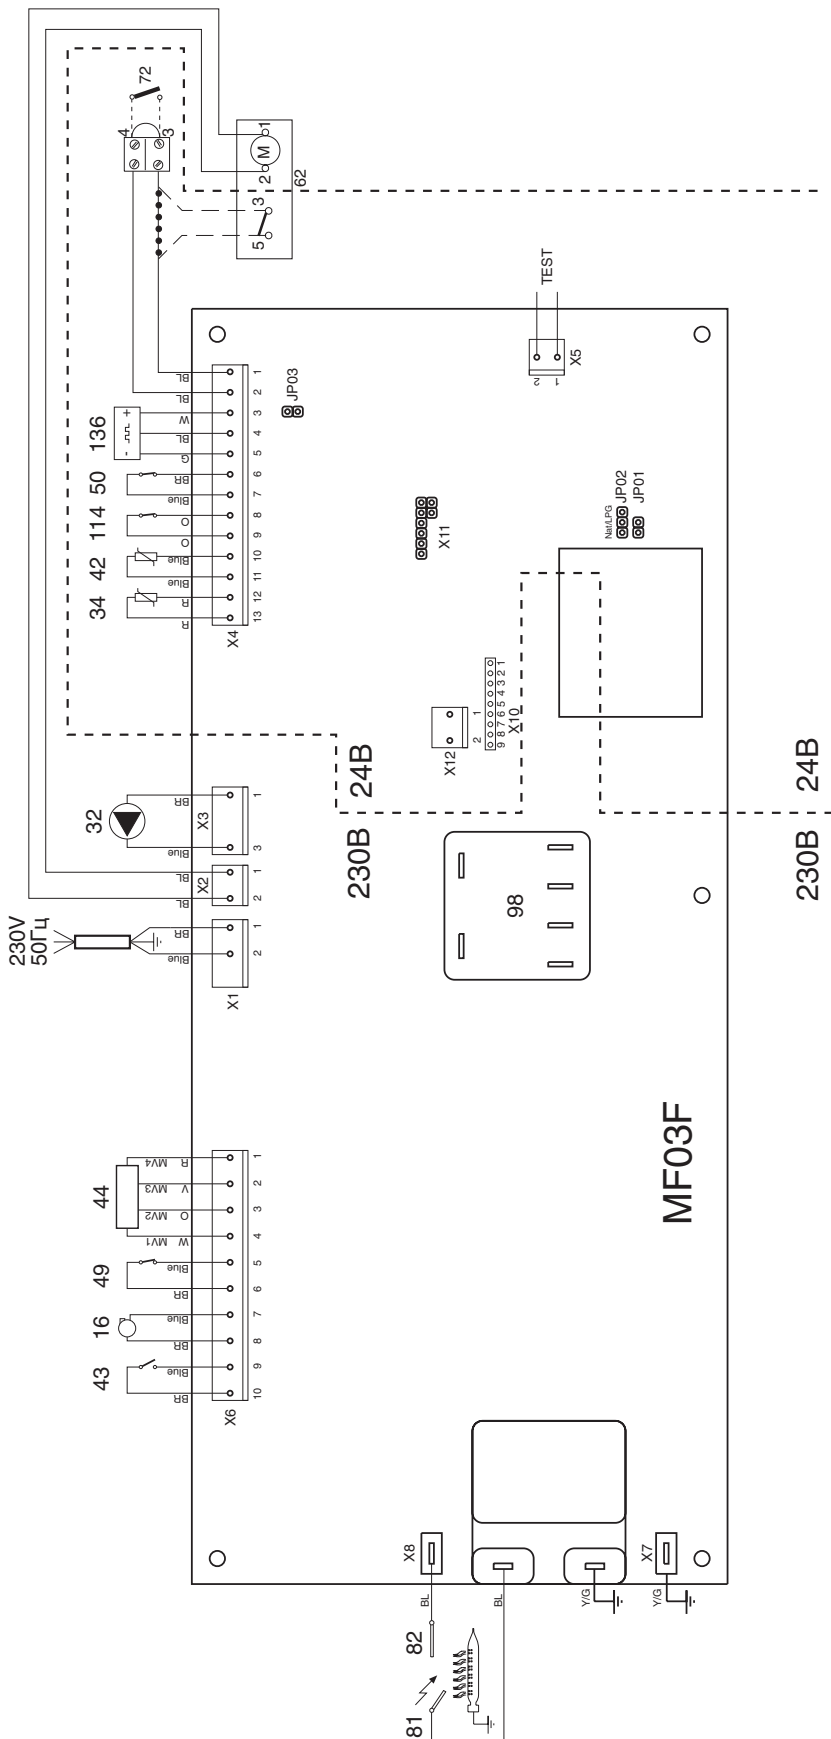

Рис. 21
3.11 Монтаж термостата помещения (72) (Рис. 21)
Откройте электрораспределительную коробку и отсоедините "кабельную перемычку" между контактами 4 и 5 (рис. 21 - п. 80).